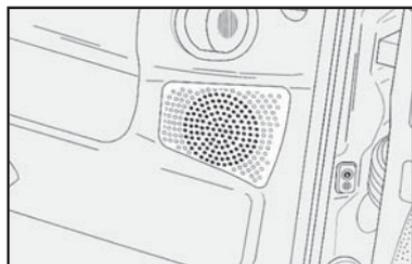

fig. 123
- Sede para os alto-falantes no painel de instrumentos **fig. 123**.
- Alto-falantes no painel de instrumentos **fig. 123**.